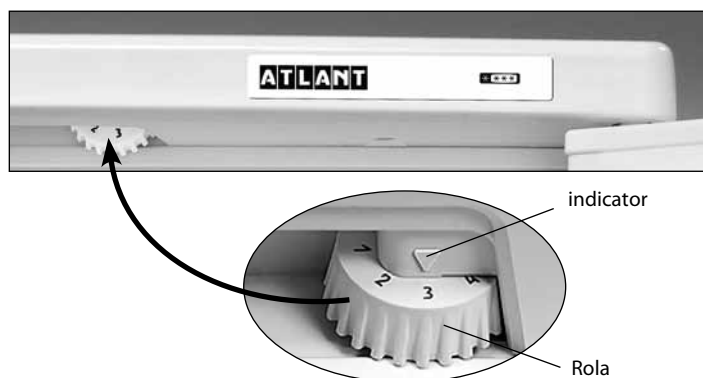

Figura 3 – Controlul temperaturii
1.4 Organ de reglare a temperaturii în conformitate cu figura 3 este rola de reglare a temperaturii (în continuare – rol). Rolul se rotește în sensul acelor de ceasornic și invers acelor de ceasornic și are diviziuni cu cifre notate și se instalează la diviziunea selectată. Diviziunea cu marcarea la "1" corespunde temperaturii cea mai ridicată (răcirea cea mai mică) în camera, la diviziunea "7" – cea mai joasă (cea mai mare răcire). Diviziunea rolului trebuie instalată sub indicator la reglarea temperaturii.
Deschideți ușa SF și setați rolul la diviziunea "2". Închideți ușa SF. Pe viitor, pentru a selecta temperatura optimă pentru depozitarea alimentelor în secțiune trebuie reglată temperatura cu ajutorul rolului, așa cum se arată în figura 3. În cazul în care, după regulare sau în urma schimbării condițiilor de exploatare, compresorul a început să lucreze continuu, este necesar să rotiți lent rolul în direcția de micșorare până la un clic al regulatorului de temperatură. După regulare, temperatura în frigider se menține în mod automat.